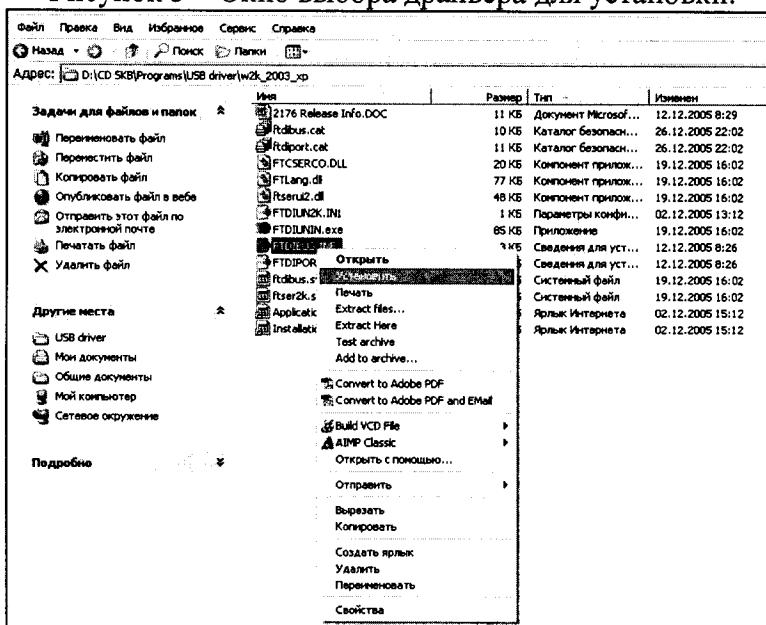

Рисунок 4 – Окно ручной установки драйвера
- нажать правой клавишей мыши на файле FTDBUS.INF в выпадающем меню выбрать пункт «Установить» (рис. 4);